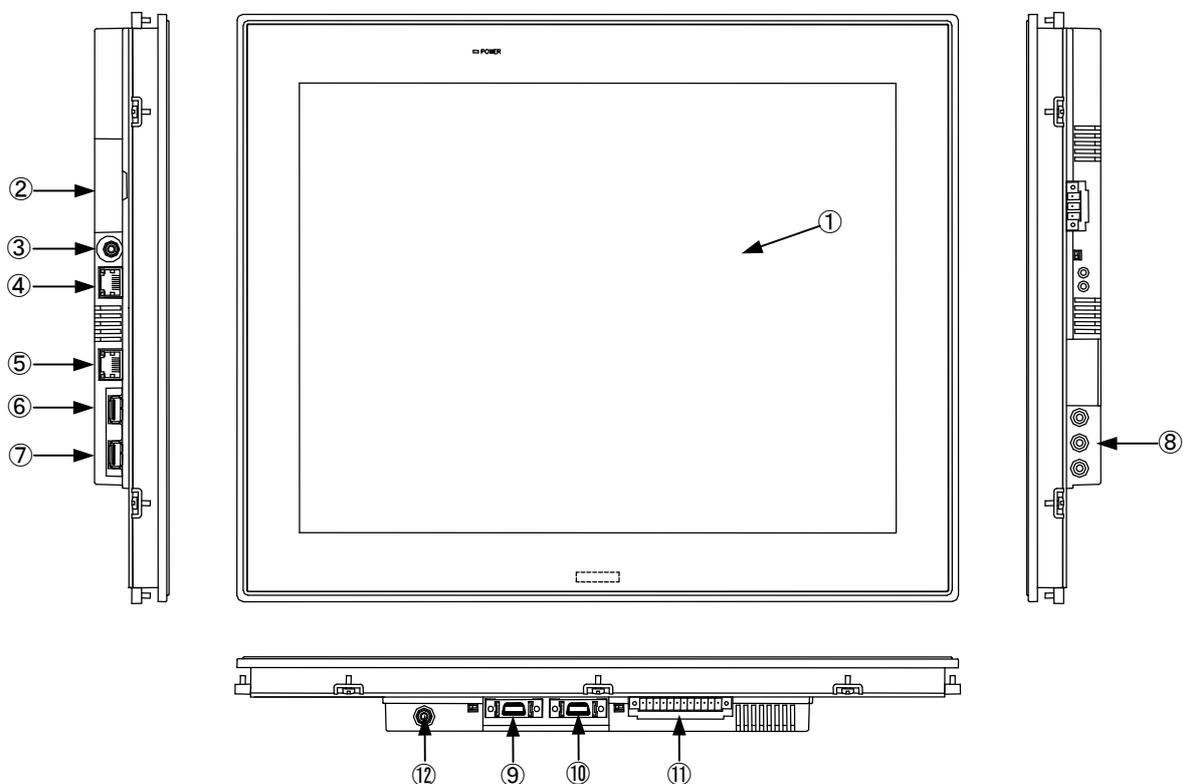

図 3-1-1. 外形図 (AP470B)
AP シリーズ本体 (AP470B) の外形図を図 3-1-1 に示します。各部名称を表 3-1-1 に示します。
一般的な Windows と同様に、デスクトップ表示、アプリケーション表示を行います。AP シリーズでは LCD (図 3-1-1 ①) への表示が可能となっています。
| COM1 | SI01 (図 3-1-1 ⑩) アプリケーションでシリアル通信に使用できます。 組込みシステム機能のシリアルコントロール機能を使用することで、RS-232C/422/485 を切換えることができます。 |
| COM2 | SI02 (図 3-1-1 ⑪) アプリケーションでシリアル通信に使用できます。 組込みシステム機能のシリアルコントロール機能を使用することで、RS-232C/422/485 を切換えることができます。 |
| ローカルエリア接続 | LAN1 (図 3-1-1 ④): 1000BASE Ethernet |